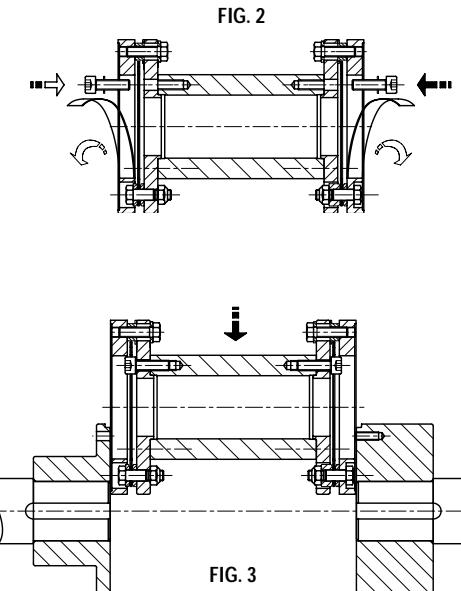

FIG. 3
1.7 S'assurer que la face des moyeux (8) et (9) sont parfaitement dégraissées ainsi que les faces des brides sandwich (1.3). Introduire l'ensemble flottant entre les deux moyeux (fig. 3). Enlever les vis de blocage (15) ainsi que les rondelles (17) et les inserts de blocage (16) à chaque extrémité (fig. 4). L'ensemble flottant doit maintenant être maintenu en position par les deux moyeux (8) et (9). Si tel n'est pas le cas, la distance entre moyeux (8) et (9) et l'alignement ne sont pas corrects et doivent être corrigés (voir points 1.3 et 1.4).
1.7 Controleer of beide naaf vlakken (8) en (9) en tussenflens (1.3) goed ontvallen zijn. Plaats het vrijdragende gedeelte om de koppeling tussen de twee naven (fig. 3). Verwijder de transport schroeven (15) met ringen (17) en transport stukken aan beide zijden (fig. 4). Het vrijdragende gedeelte van de koppeling moet in positie gehouden worden door de twee naven (8) en (9). Indien de afstand tussen de naven en/of de uitlijning niet in orde is moet dit alsloog nauwkeurig uitgevoerd worden (zie punt 1.3 en 1.4).
1.7 Ensure that both hub faces (8) and (9) and sandwich flange (1.3) are perfectly degreased. Introduce floating assembly between the two hubs (fig. 3). Remove the shipping screws (15) with rings (17) and shipping inserts (16) at each end (fig. 4). The floating assembly must be maintained in position by the two hubs (8) and (9). If not, the distance between the hubs and (or) the alignment are wrong and must be corrected (see points 1.3 and 1.4).
1.7 Se till att de båda navsidorna (8) och (9) samt att skivpaketets (1.3) sidor är väl avfettade. Placerera mellanlängden mellan de båda naven (fig. 3).
1.7 Beide Anlageflächen der Naben (8 + 9) und der Flansche (1.3) sind sorgfältig zu entfetten. Zwischenstück(2) zwischen die beiden Naben setzen (fig. 3). Beidseitig die Transportschrauben (15) mit Scheibe (17) und Distanzstück (16) entfernen (fig. 4). Zwischenstück exakt in die erforderliche Position zwischen die Naben (8 + 9) bringen. Im Falle, daß der Nabenaabstand und (oder) die Verlagerung falsch sind, müssen diese korrigiert werden (siehe Abschnitt 1.3 + 1.4).
1.7 Assicurarsi che entrambe le superfici dei mozzi (8) e (9) e la flangia sandwich (1.3) siano perfettamente sgrassate. Introdurre l'asseieme flottante tra i due mozzi (fig. 3). Rimuovere le viti di sicurezza (15) con gli anelli (16) e gli inserti ad ogni estremità (fig. 4). L'asseieme flottante deve essere tenuto in posizione tra i due mozzi (8) e (9), altrimenti la distanza tra i mozzi (oppure) l'allineamento sono errati e devono essere corretti (vedere i punti 1.3 e 1.4).